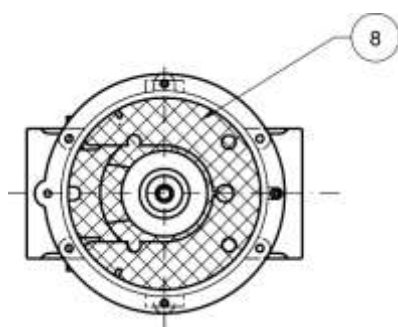

Рис. 11
- **DN 32 ÷ DN 150:** (см. рис. 2 и 3) Отпустить гайку (13) и снять электромагнитную катушку (12). Отпустить винты крепления (10) и осторожно снять крышку (11) с корпуса клапана (4). Проверить состояние затвора (5) и, при необходимости, заменить резиновую прокладку (6). Прочистить или, при необходимости, заменить фильтрующий элемент (9) (правильное положение фильтрующего элемента см. на рис. 11 и 12). Собрать клапан, выполняя обратную последовательность действий.